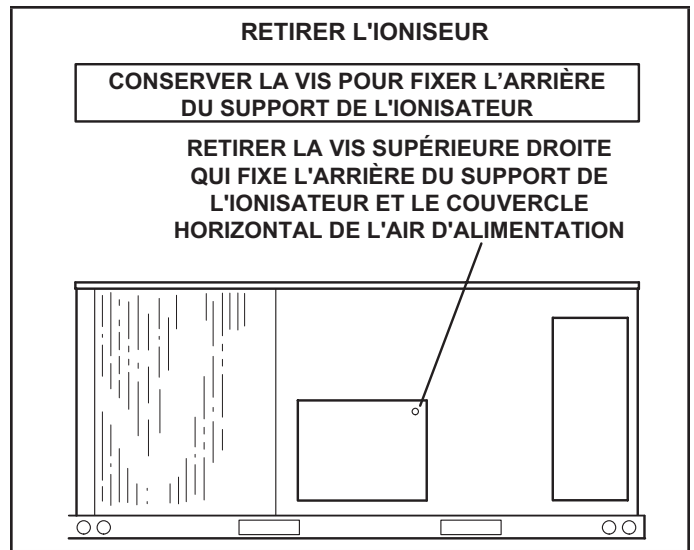

FIGURE 42
- 1 - À l'arrière de l'unité, retirez la vis qui maintient l'arrière du support de l'ionisateur. Reportez-vous à la FIGURE 42. Conservez la vis pour fixer la partie arrière du support de l'ionisateur.